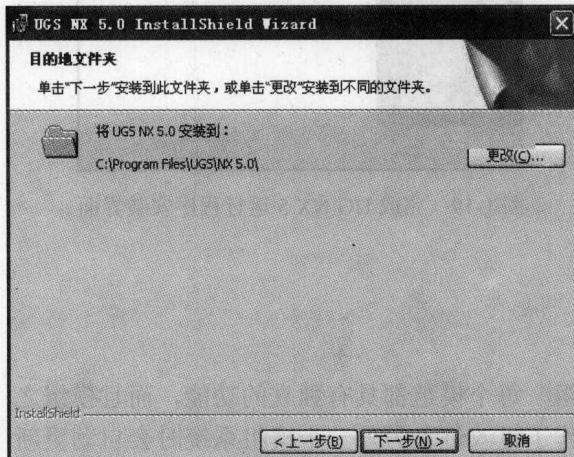

图 1-14 安装目录路径选择界面
(5) 单击 **下一步(N) >** 按钮进入 NX 5 安装目录路径选择界面, 如图 1-14 所示。